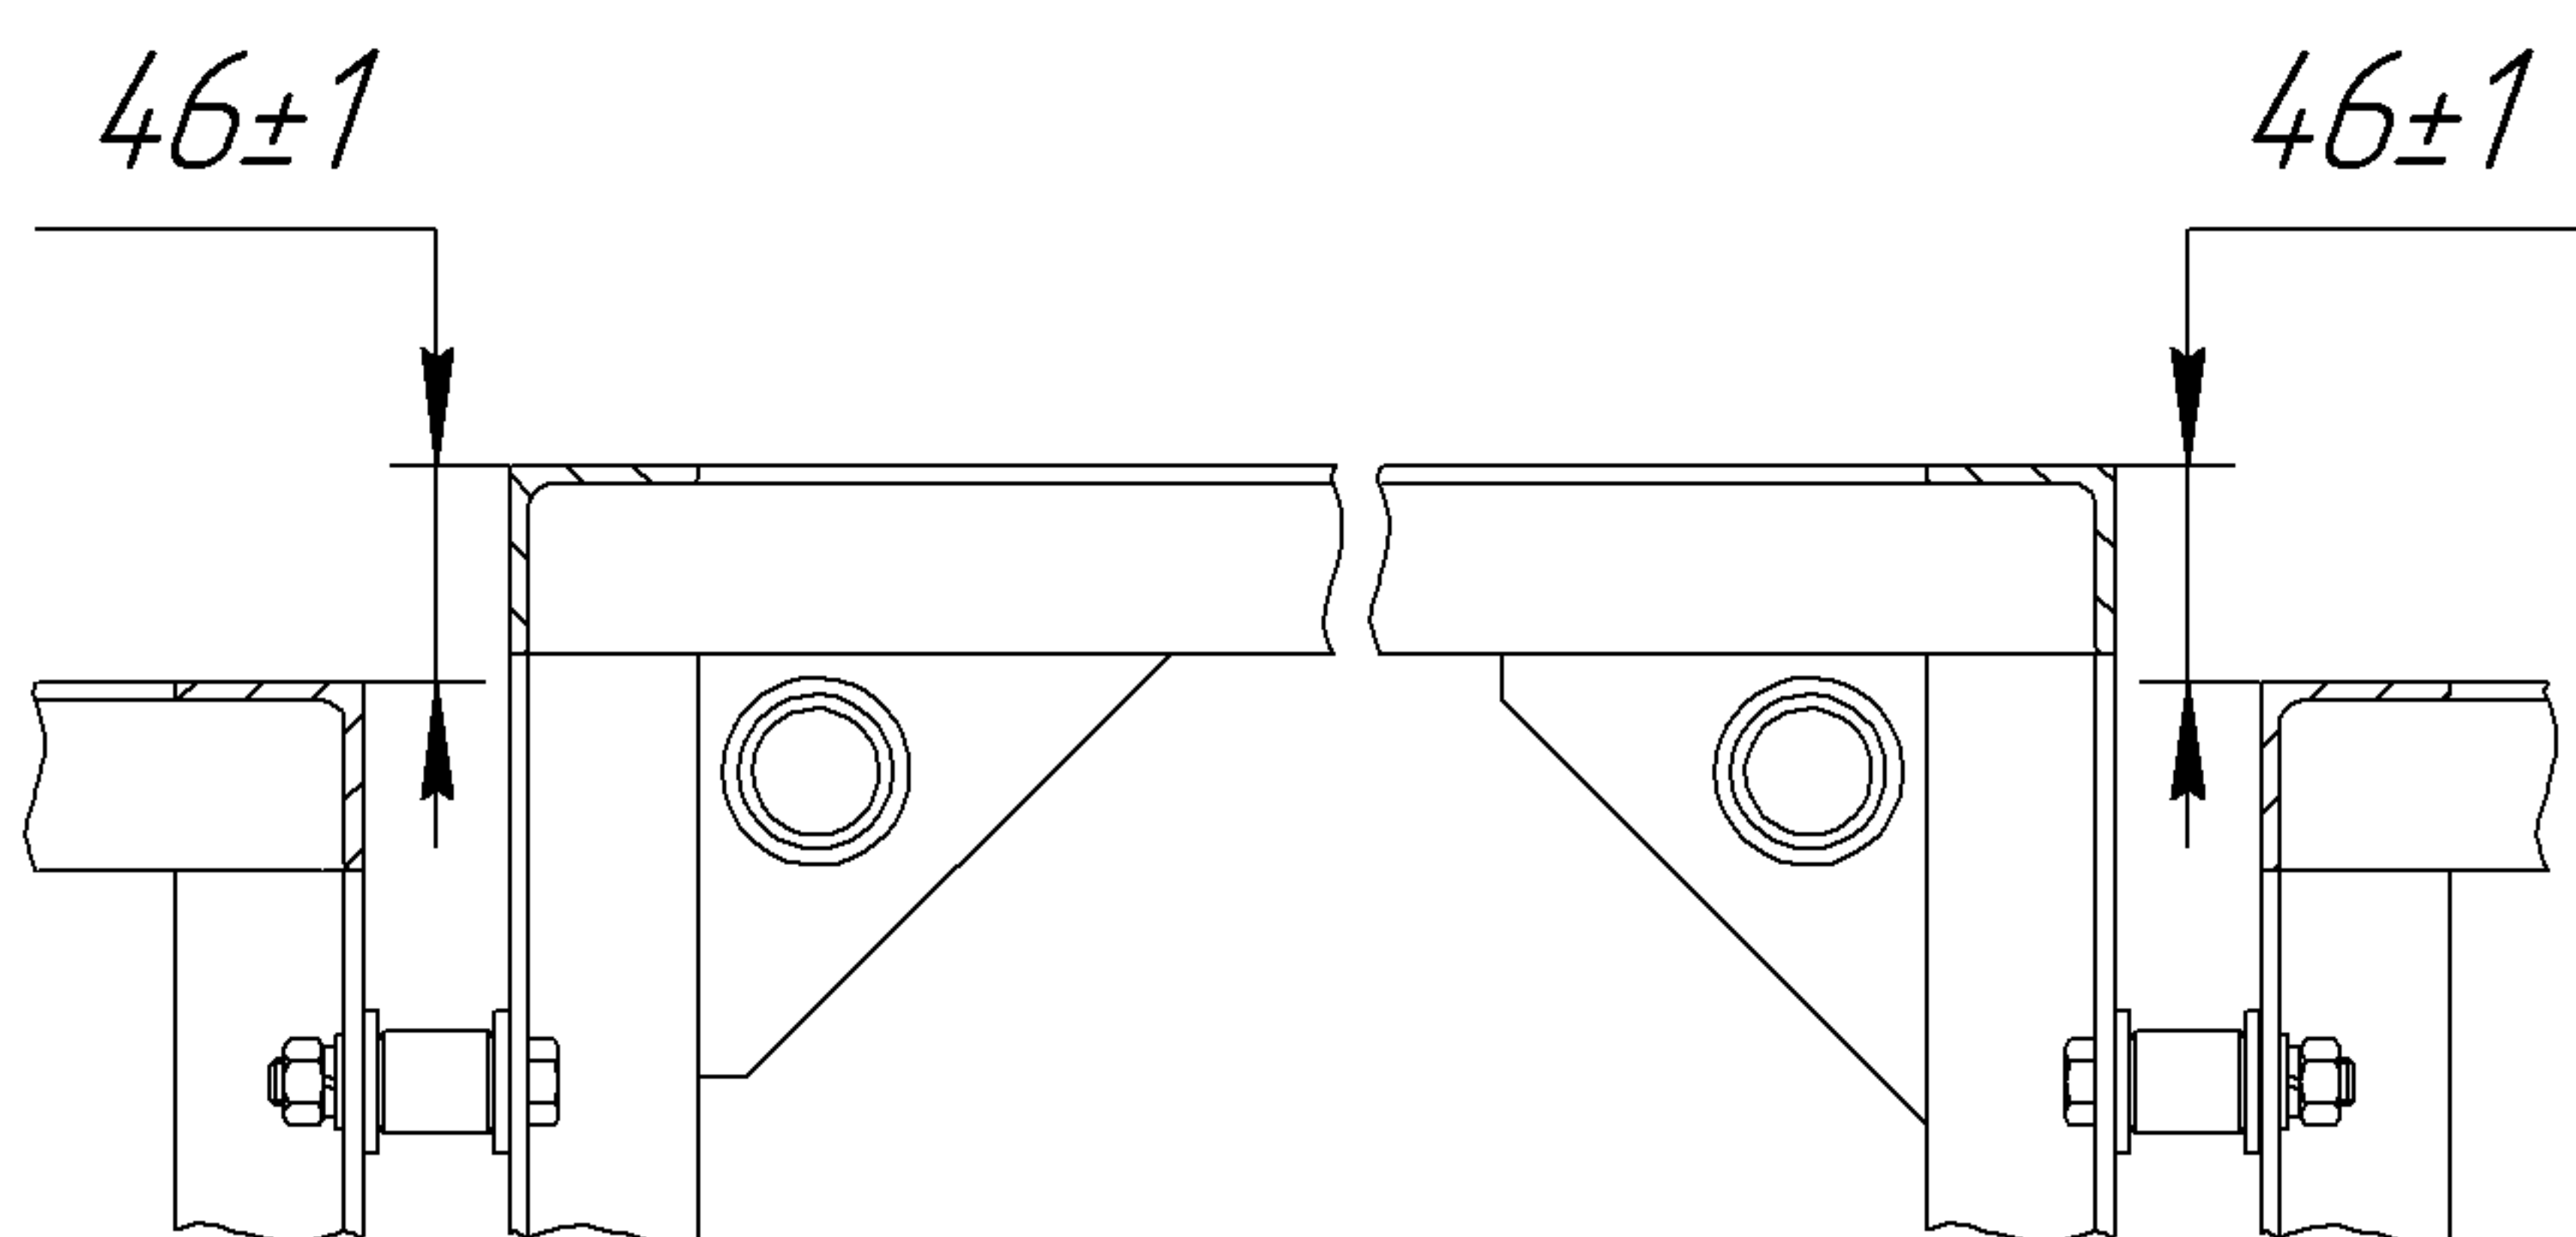

Рис. 30
– завернуть восемь болтов М10х55 поз. 31 с восемью гайками М10 поз. 28, восемью шайбами 10 поз. 32 и восемью шайбами 10.65Г поз. 30, установив на стержень каждого болта между рамами втулку поз. 29 и регулировочную шайбу поз. 33 (вид В, рис. 10). Основания рам секций должны лежать в одной плоскости. Между рамами секций необходимо выдерживать размер  $46\pm 1$  (рис. 30);